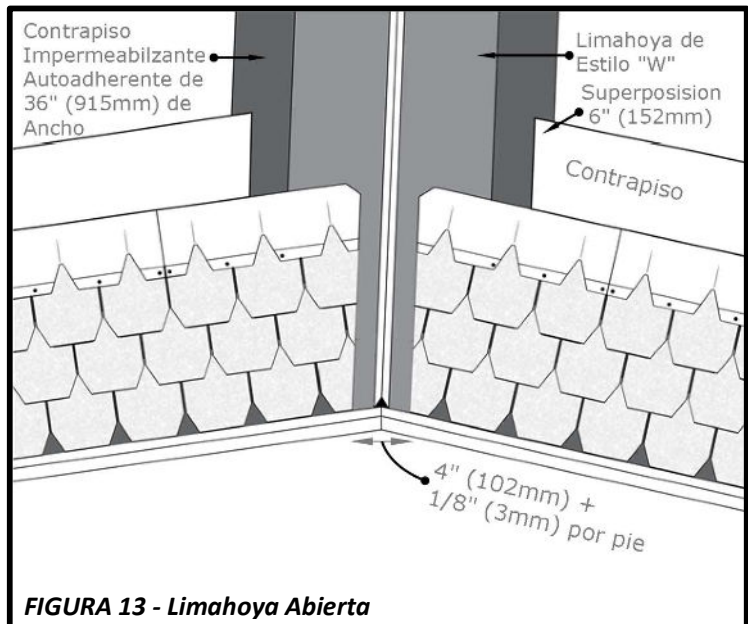

FIGURA 13 - Limahoya Abierta
- Corte las tejas según la línea de tiza. Vea la **Figura 13**.